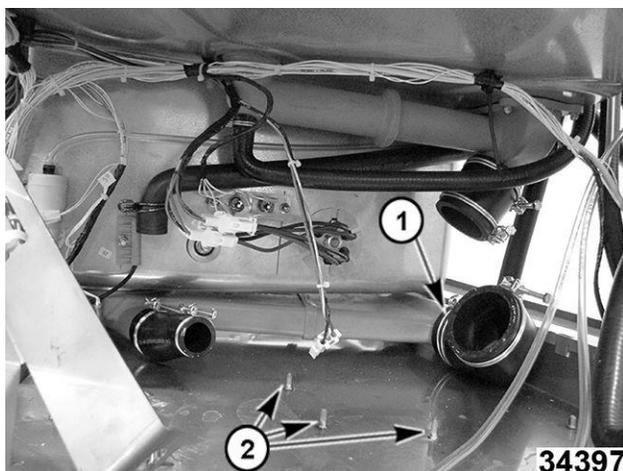

Fig. 137
1. Afloje la abrazadera de la manguera de entrada del tanque de lavado (1, Fig. 137) para permitir que la manguera se coloque correctamente y luego montarla en la bomba de lavado.
NOTA: Si no se retiró antes, quite las tres tuercas y arandelas de montaje de la bomba de lavado para facilitar el mantenimiento del soporte debajo de las arandelas y contratueras. (2, Fig. 137)